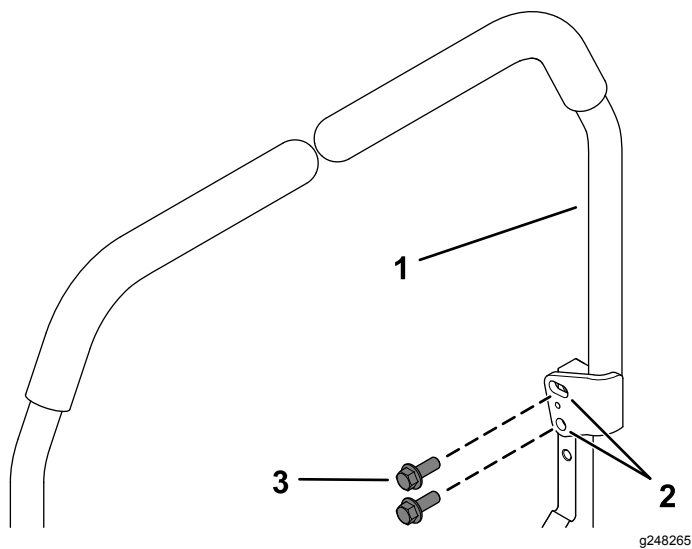

Figure 4
- Pour augmenter la hauteur du levier de 5,7 cm (2,25 po), placez les 2 boulons dans le groupe de trous supérieur (Figure 4).